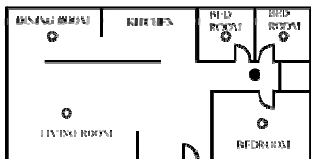
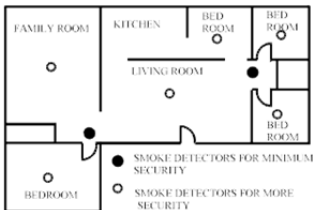

Figure 1: Montage der Melder in einer Wohnung mit nur einem Schlafbereich
Figure 2: Montage der Melder in eingeschossiger Wohnung mit mehreren Schlafzimmern
- ◆ Montieren Sie je einen Rauchmelder in den Fluren, wie in Figure 1 gezeigt. Es werden 2 Rauchmelder in Wohnungen mit 2 Schlafbereichen benötigt, siehe Figure 2.